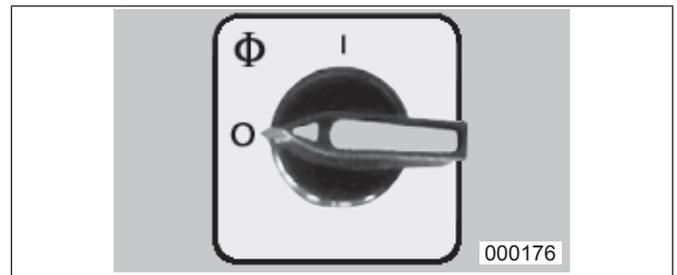

Abb. 1 Hauptschalter (Not-Aus)
Leuchtet auf, wenn der Hauptschalter (Abb. 1) eingeschaltet ist.
- Schalten Sie das Gerät am Hauptschalter (Abb. 1) ein.
Hauptschalter (Abb. 1) ausschalten (Stellung „O“).